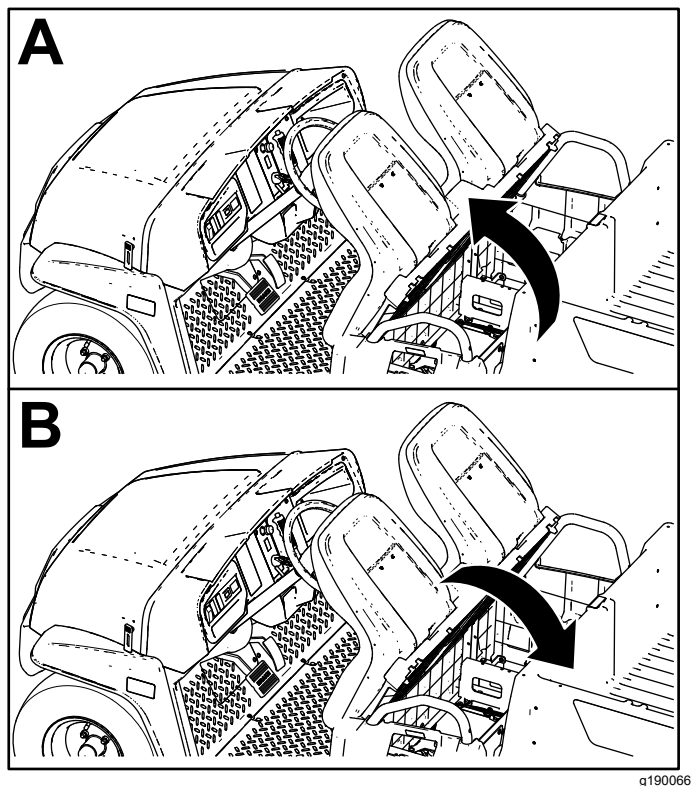

Figura 29
Per sollevare il gruppo sedile, spingetelo in avanti fino ad appoggiarlo al volante (Figura 29).
Per abbassare il gruppo sedile, spingetelo indietro fino a riportarlo nella posizione originale (Figura 29).
1. Spingete il gruppo sedile in avanti in posizione di sollevamento (Figura 29).